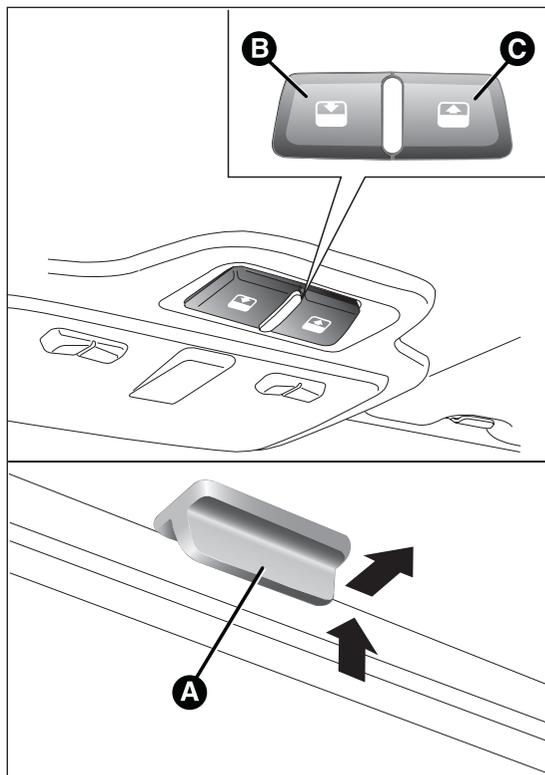

fig. 44
Le toit ouvrant panoramique vitré est composé de deux panneaux de verre dont un fixe à l'arrière et l'autre mobile à l'avant. Ils sont équipés de deux pare-soleil (à l'avant et à l'arrière) actionnables manuellement. Quand le toit est fermé, les pare-soleil peuvent être placés dans n'importe quelle position. Pour ouvrir les pare-soleil, saisir la poignée A fig. 44 et l'accompagner dans le sens indiqué par la flèche jusqu'à la position souhaitée. Pour les fermer, effectuer la procédure inverse.
Le toit ouvrant ne fonctionne que lorsque la clé de contact est sur la position MAR. Les commandes B et C fig. 44 situées sur la platine du plafonnier avant commandent les fonctions d'ouverture/fermeture du toit ouvrant.
Après l'ouverture en position « spoiler », en appuyant sur le bouton C fig. 44 pendant plus d'une demi-seconde, le toit se place automatiquement en position d'ouverture totale. Il est possible d'arrêter le mouvement automatique du toit dans n'importe quelle position souhaitée en appuyant alors sur le bouton (B ou C).
En position d'ouverture complète, appuyer sur le bouton B fig. 44. En appuyant sur le bouton C pendant plus d'une demi-seconde, le toit se place automatiquement en position « spoiler ».
De la position « spoiler », en appuyant de nouveau sur le bouton B fig. 44 on obtient la position de fermeture totale.
- appuyer sur le bouton B fig. 44 en position de fermeture ;